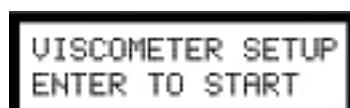

Figure J1
- ✓ Appuyer et maintenir simultanément la touche MOTOR ON/OFF et la touche ENTER/AUTORANGE pendant la remise sur en tension de l'appareil. La figure J1 apparaît sur l'affichage du viscosimètre :